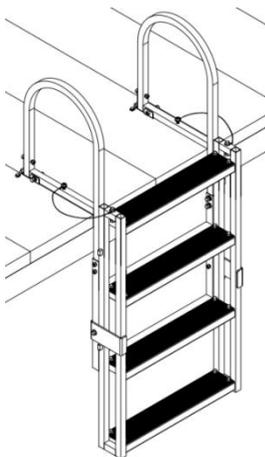

Fig 1
- 10) Posizionare la scala nella piscina senza la fascia di nastro magico (Fig. 1), quindi lasciare che la parte inferiore della scala tocchi il fondo della piscina, agganciare la scala al supporto di chiusura,